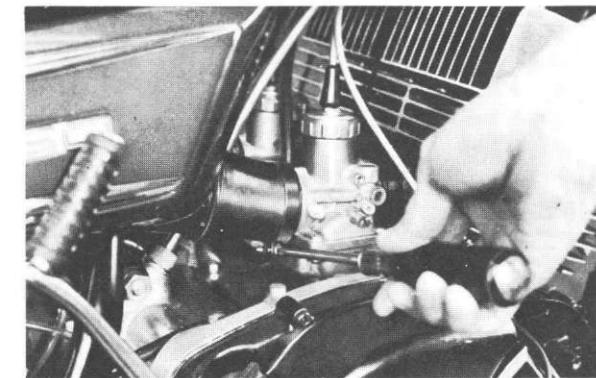

Fig. 4-1-18
15. Loosen the air cleaner clamp screw, and then remove the air cleaner joint(s). (Fig. 4-1-18)
15. Desserrez les vis du collier de serrage du filtre à air et enlevez les caoutchoucs de ce dernier. (Fig. 4-1-18)
15. Klemmschrauben des Luftfilters lösen und die Gummieinlagen des Filters entfernen. (Abb. 4-1-18)